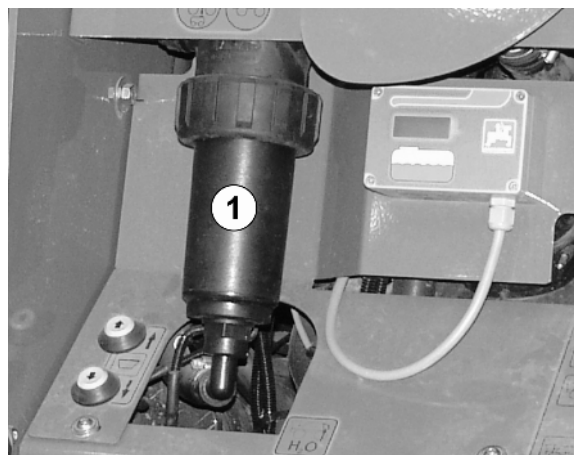

Bild 129
2. Ta bort tryckfiltret (Bild 129/1) och rengör det med vatten.